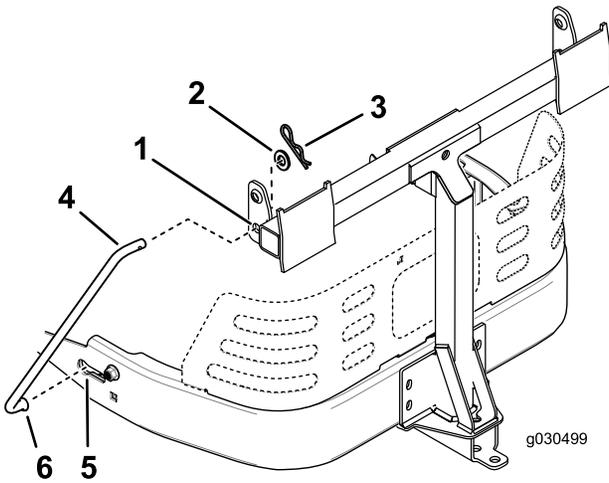

Bild 18
4. Setzen Sie ein gebogenes, flaches Ende der Stange in den verkeilten Schlitz an der linken Seite des Maschinenrahmens ein und bewegen die Stange nach hinten, damit sie im Rahmen sitzt (Bild 18).
5. Setzen Sie die gebogenen Enden der Stange in die Anbaugeräteeinheit ein, wie in **Bild 18** abgebildet, und befestigen Sie das Ende jeder Stange mit einer Scheibe und einem Splint.